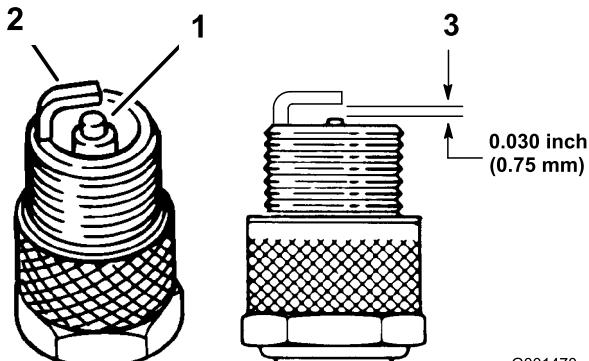

Figura 25
3. Conecte los cables a las bujías (Figura 25).
1. Mire la parte central de las bujías (Figura 25). Si se observa un color gris o marrón claro en el aislante, el motor está funcionando correctamente. Si el aislante aparece de color negro, significa que el limpiador de aire está sucio.
3. Compruebe la separación entre los electrodos central y lateral (Figura 25). Si la distancia no es correcta, doble el electrodo lateral (Figura 25).